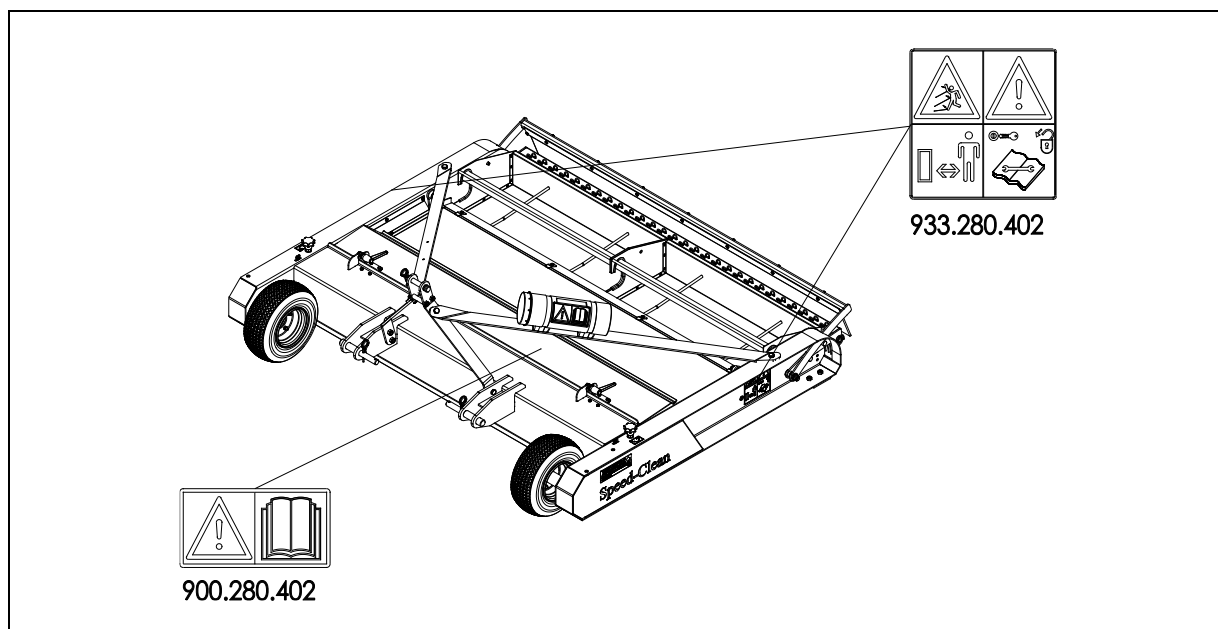

Fig. 5
De part et d'autre du Speed-Clean se trouvent des autocollants de sécurité (Fig. 5) avec une signification concordante. Ces autocollants de sécurité doivent être toujours bien visibles et lisibles et doivent être remplacés lorsqu'ils sont endommagés.
- (7) Emplacement des autocollants de sécurité. (Fig. 5)